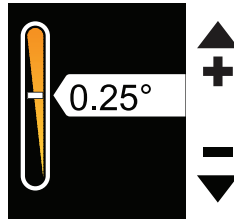

Figura 5-17: Selecionar velocidade de aquecimento personalizada
- Se seleccionar Personalizar, toque em Aumentar e em Diminuir para definir a taxa (Figura 5-17 na página 5-33).